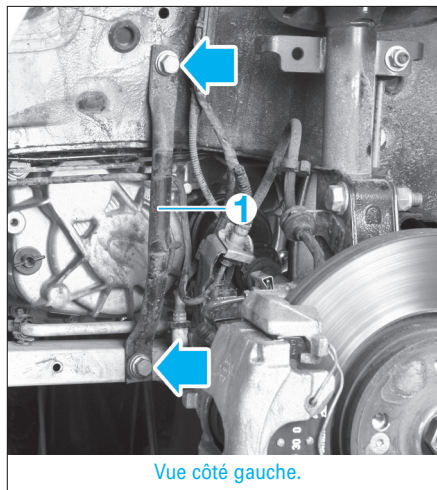

FIG. 30
- Déposer le tirant du longeron droit (1) (fig. 30).